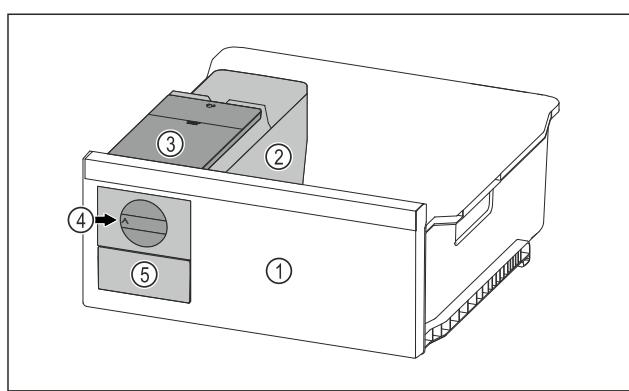

Fig. 70 Príklad zobrazenia
- Otočný gombík Fig. 70 (4) otočte v smere hodinových ručičiek až na doraz.
- ▶ Kocky ľadu vypadávajú z misky na kocky ľadu do zásuvky na kocky ľadu Fig. 70 (5).